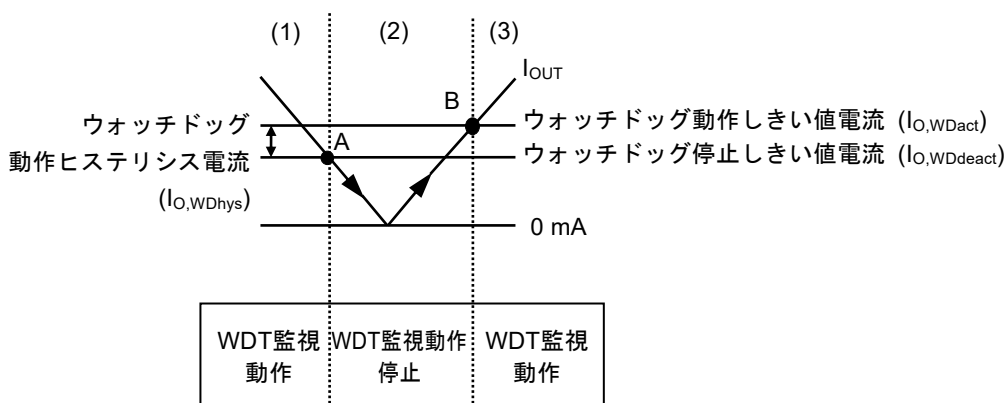

図38 自律ウォッチドッグ動作機能
- (1)レギュレータの I_{OUT} がウォッチドッグ動作しきい値電流 ($I_{O,WDact}$) 以上で、 V_{WADJ} は基準電圧 (V_{ref}) より高くなり、コンパレータ (C1) の出力は "H" になります。このとき、ウォッチドッグタイマは監視動作を行います。
- (2) I_{OUT} が低下し、ウォッチドッグ停止しきい値電流 ($I_{O,WDdeact}$) (図38のA点) 以下になると V_{WADJ} は V_{ref} 以下となり、C1の出力は "L" になります。このとき、ウォッチドッグタイマは監視動作を停止します。 I_{OUT} が上昇しても、 $I_{O,WDact}$ 未満の場合、ウォッチドッグタイマは監視動作を停止したままです。
- (3)さらに I_{OUT} が上昇して $I_{O,WDact}$ (図38のB点) 以上になると V_{WADJ} は V_{ref} 以上になり、C1の出力は "H" になり、ウォッチドッグタイマは監視動作を開始します。